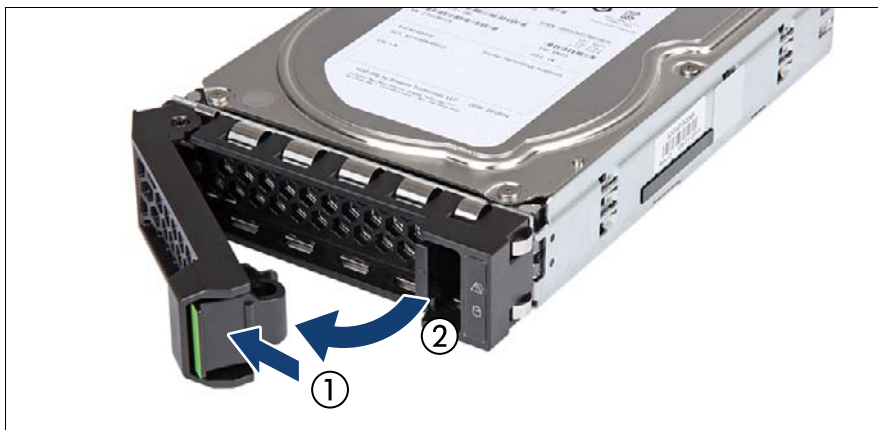

図 118: 3.5 インチ HDD モジュールのロックレバーを開く
- ▶ 緑色のロッキングラッチをはさんで、ロックレバーを開きます (203 ページの図 118)。